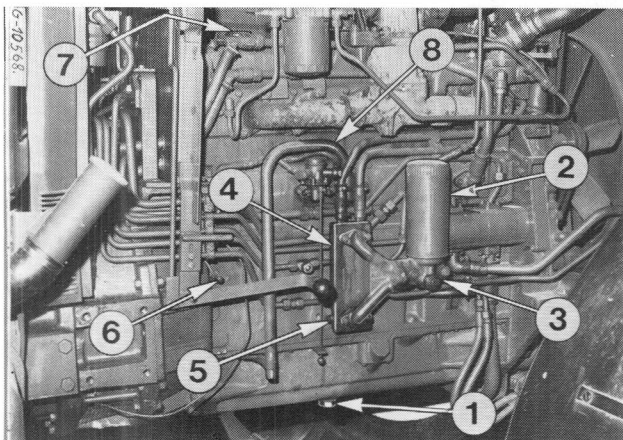

Figure 62
- 1 - Enlevez le bouchon de vidange (1) Fig. 62 du carter d'huile et videz entièrement le carter pendant que l'huile est chaude. Pour assurer une bonne aération, en vue d'accélérer la vidange, enlevez le bouchon de remplissage (7).
- 2 - Remettez le bouchon en place (1) lorsque le carter est vide, et remplacez son joint.
- 3 - Nettoyez l'extérieur du filtre (2) pour éviter l'introduction d'impuretés dans le circuit de graissage lors du démontage.
- 6 - Effectuez le plein d'huile par le goulot de remplissage (7) Fig. 62 jusqu'au repère «Maxi.» de la jauge.
Nettoyez le filtre du reniflard suivant les indications du «Guide de graissage». Démontez le tuyau (8) Fig. 62 et retirez l'élément filtrant. Nettoyez ce dernier dans du combustible Diesel propre et séchez-le à l'air comprimé.